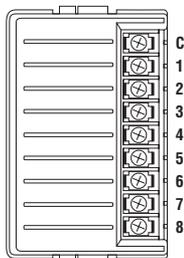

Fig. 3
- Dénudez les extrémités de tous les câbles sur 13 mm. Fixez le commun des vannes à la borne C de chacun des modules de vannes et les câbles de commande de chaque vanne aux bornes de la station correspondante (Fig. 3).